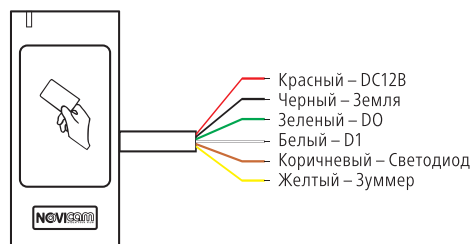

Рис. 2 Подключение ER22W | MR22W
3.2 Установка ER22W | MR22W. Снимите заднюю крышку с устройства, удалив фиксирующий винт ключом. Просверлите в стене два отверстия для дюбелей и одно отверстие для кабеля. Вставьте прилагаемые дюбеля в отверстия. Зафиксируйте заднюю крышку на стене 2-мя саморезами. Подключите устройство в соответствии со схемой на рис.2. Прикрепите устройство к крышке и зафиксируйте винтом.